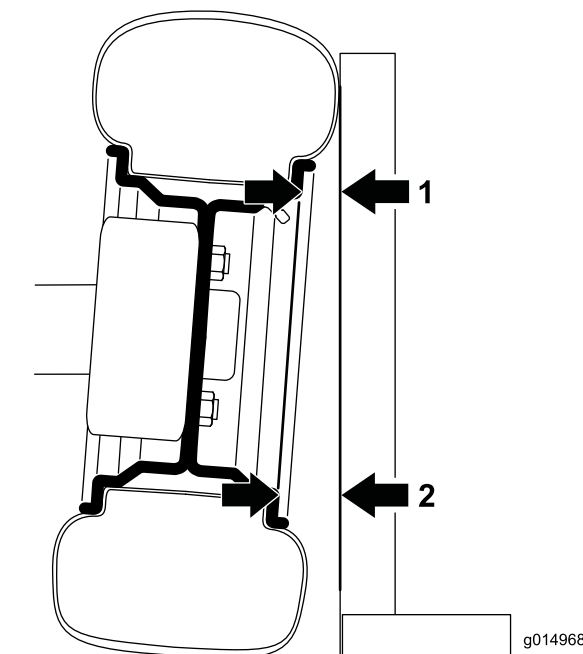

図 41
1. キャンバを測定するには、直角定規の直角の角をタイヤの正面に接触させる図 41。
2. タイヤから直角定規までの距離を、タイヤの上下でリムの同じ部分から測定する図 41。